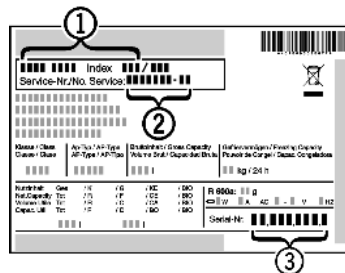

Fig. 37
- ▶ Назва пристрою Fig. 37 (1), сервісний номер Fig. 37 (2) та серійний номер Fig. 37 (3) вказані на заводській табличці. Заводська табличка знаходиться всередині пристрою, зліва.